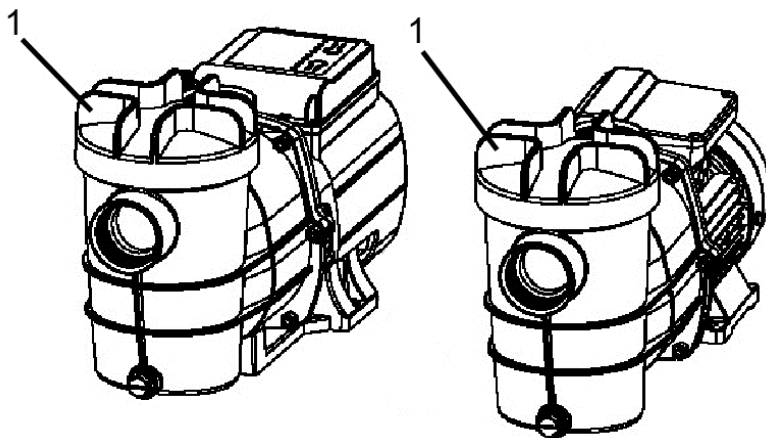

Fig. 6
6. Montaggio del prefiltro della pompa SPF 250 F e SPF 370 F (Fig.6)